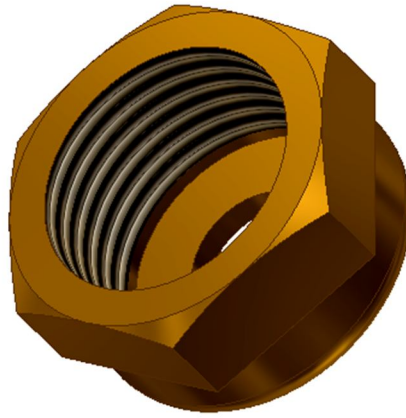

Рис. 2.8. Гайка накидная
8. Постройте фаску на шестиграннике аналогично рисунку 1.10, 1.11. Модель примет окончательный вид (рис. 2.8).